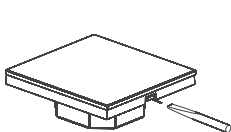

Рисунок 1.
- 3.2. Аккуратно отделите лицевую панель от корпуса при помощи отвертки (Рис. 1).